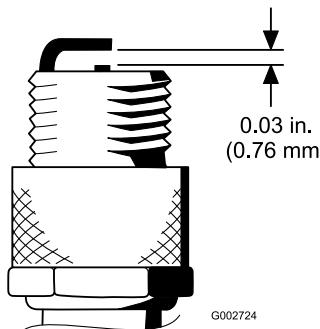

图 30
4. 将中心电极与侧电极之间的气隙设置为 0.76mm 请参阅图 30。安装已设定正确气隙、带密封垫片的火花塞并将火花塞拧紧至 23N·m。如果没有使用扭矩扳手请牢固拧紧火花塞。